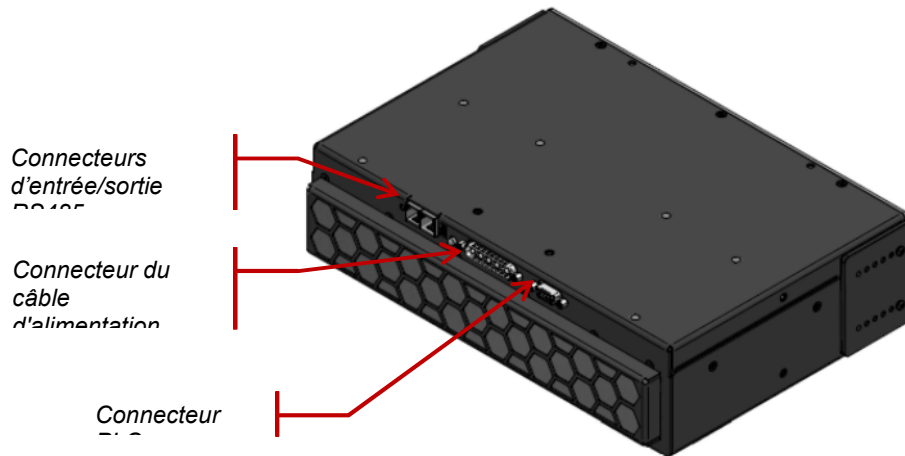

Figure 1 - Ports de connexion de la tête LED UV
3. Branchez l'extrémité mâle du cordon d'alimentation à l'alimentation électrique, puis branchez l'extrémité femelle du cordon d'alimentation à la lampe UV à DEL, comme illustré sur la **Figure 1 - AC8300**.
6. Branchez l'extrémité mâle du câble de l'automate PLC à la lampe UV à DEL (voir Figure 1).